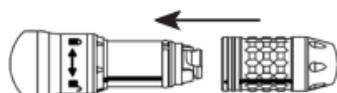

Figure 2
2. Glisser l'accessoire sur l'extrémité distale de la pièce à main en alignant la flèche de l'accessoire avec la barre indicatrice et le symbole de déverrouillage (Figure 2). Tirer fermement vers l'arrière jusqu'à ce qu'il soit entièrement assis contre la pièce à main.